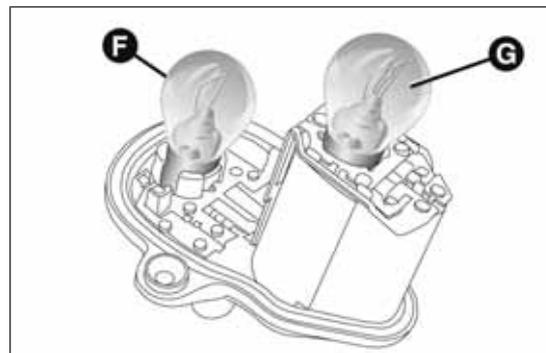

fig. 187
- a continuación, sustituir la lámpara correspondiente: F = intermitentes, G = luces de posición/freno fig. 187.